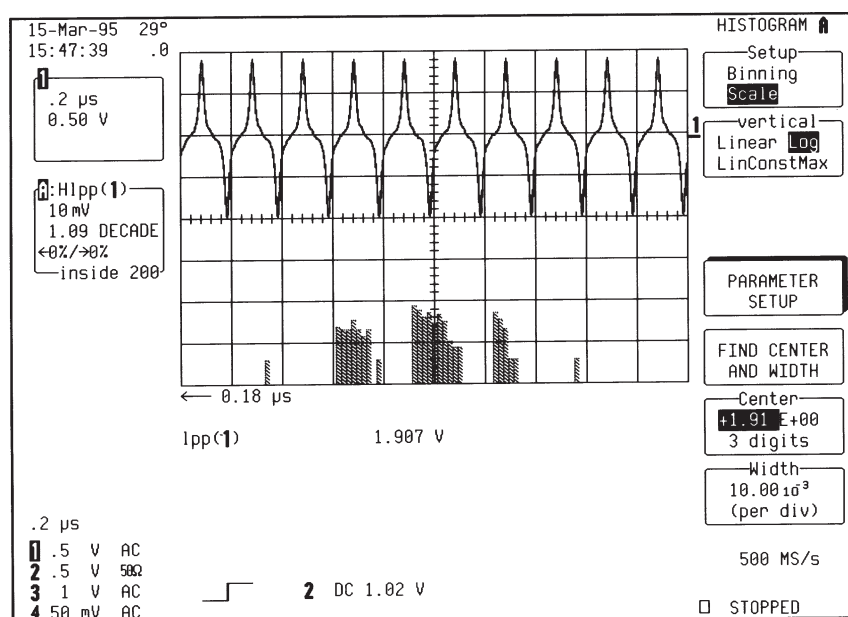

図 13
1. “Linear”。縦軸目盛りをリニアに設定します（前図を参照してください）。ヒストグラムのベースライン（注記①）はビン値0を表します。ビンの度数が現在の縦軸目盛りの画面に入りきらなくなると、この目盛りは自動的に1-2-5シーケンスで増やされます。
2. “Log”。縦軸目盛りを対数で表示します（図13）。値0は対数では表せないため、ベースラインはありません。